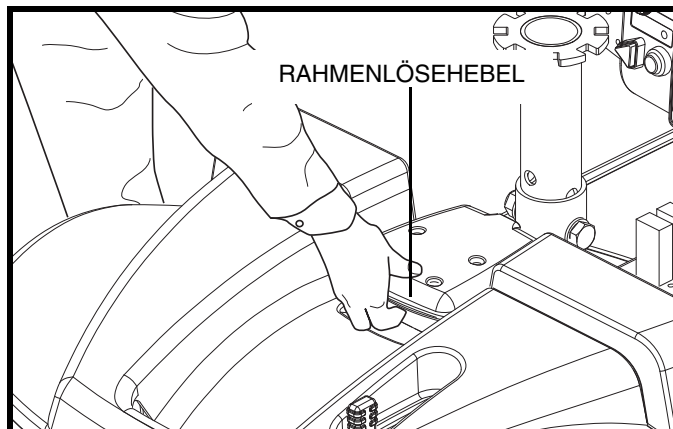

Abb. 20. Rahmenlösehebel
3. Festhalten und Hochheben am Rahmenlösehebel (siehe Abb. 20).